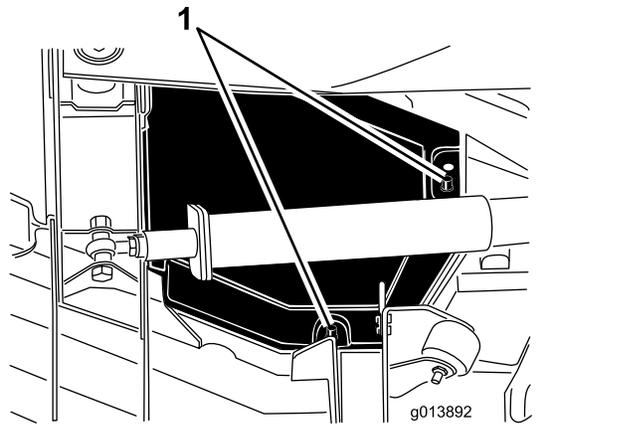

図 74
4. 取り付け用のポストから、後側のエッジと内側のエッジ部を外す 図 74。